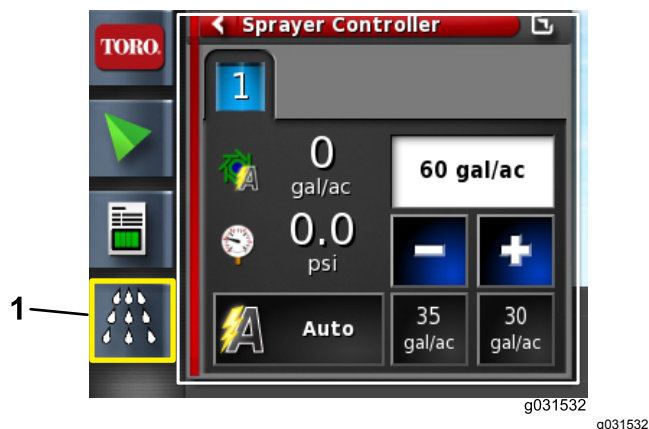

Figura 14
2. Abra o ícone do Controlador do pulverizador (Figura 14).